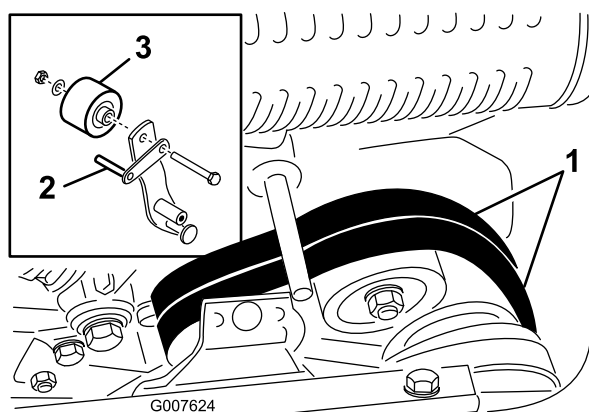

Figura 34
8. Para empujar o remolcar la máquina más fácilmente sin arrancar el motor, ajuste la guía de la correa (Figura 34, detalle) de la siguiente manera: